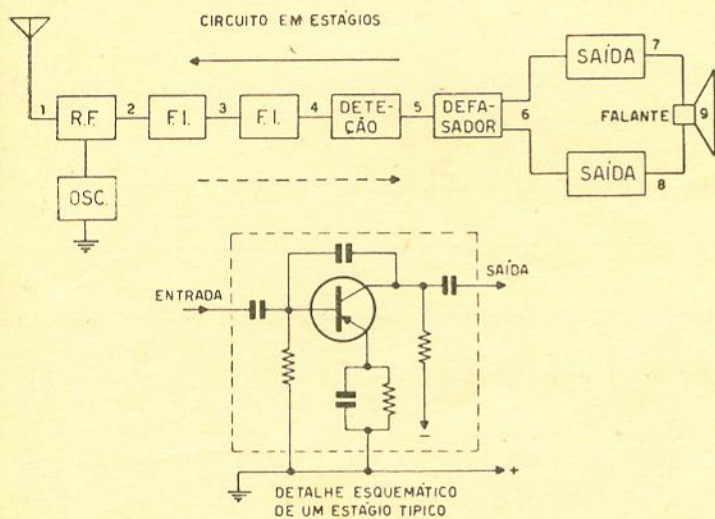

Figura 1
Na entrada de cada estágio do aparelho a consertar, deve-se injetar um sinal, nos pontos indicados na figura 1, no sentido indicado pela seta de linha cheia. Como o motivo é o de localizar o estágio que se encontra inoperante, o critério está na aplicação partindo do estágio mais próximo do alto-falante (ponto 9) em direção da antena (ponto 1).
O sistema adotado para a técnica do seguidor de sinais é em princípio o mesmo que para a técnica da injeção, mas, com uma diferença fundamental: o percurso da pesquisa deve ser feito em sentido oposto como indica a seta pontilhada, ou seja, da antena (1) até o alto-falante (ponto 9) da figura 1, já que neste caso interessa "seguir" (auxiliado pelo fone de ouvido), as emissoras sintonizadas pelo primeiro estágio (ponto 2 da fig. 1) até o ponto defeituoso sempre em direção ao alto-falante. Usando esta técnica de pesquisa da emissora sintonizada, torna-se simples as verificações diretas sobre o estado dos estágios, como sejam: **ganho**, e os possíveis pontos que possam provocar distorções.